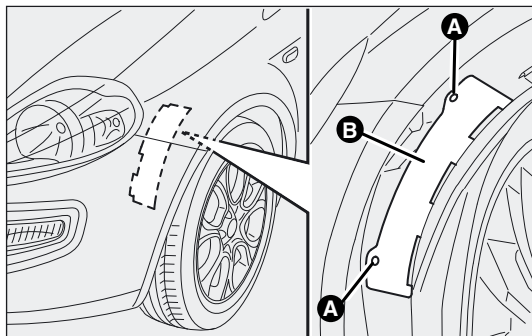

fig. 169
### Voor fig. 169
- ☐ draai de blokkeringen A-fig. 169 los en open het toegangsklepje B;
- ☐ monteer het toegangsklepje B-fig. 169 en draai de blokkeringen A vast.